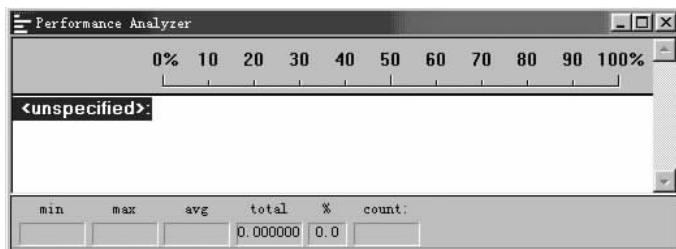

图 2-12 性能分析窗口
(6)性能分析窗口。View 菜单中的 Performance Analyzer Window 选项用于性能分析窗口的显示/隐藏切换，选择该选项，弹出如图 2-12 所示性能分析窗口。性能分析窗口用于显示指定程序模块被调用的次数及执行时间，分析结果以棒状图形式显示在窗口中，通过窗口内的一个运行性能统计标尺很容易了解该程序模块的运行性能。窗口中有六个文本框：min 文本框指定程序模块所消耗的最短时间；max 文本框指定程序模块所消耗的最大时间；avg 文本框指定程序模块所消耗的平均时间；total 文本框指定程序模块所消耗的总时间；% 文本框指定程序模块所消耗的时间占全部运行时间的百分比；count 文本框指定程序模块被调用的次数。